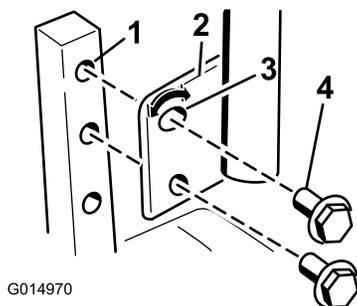

Figura 24
1. Retire los 2 pernos que fijan la palanca de control al brazo de la palanca ().Figura 24
2. Mueva la palanca al juego de taladros siguiente. Fije la palanca con los 2 pernos ().Figura 24
control (Figura 24). Apriete ambos pernos para fijar el control en la posición nueva.